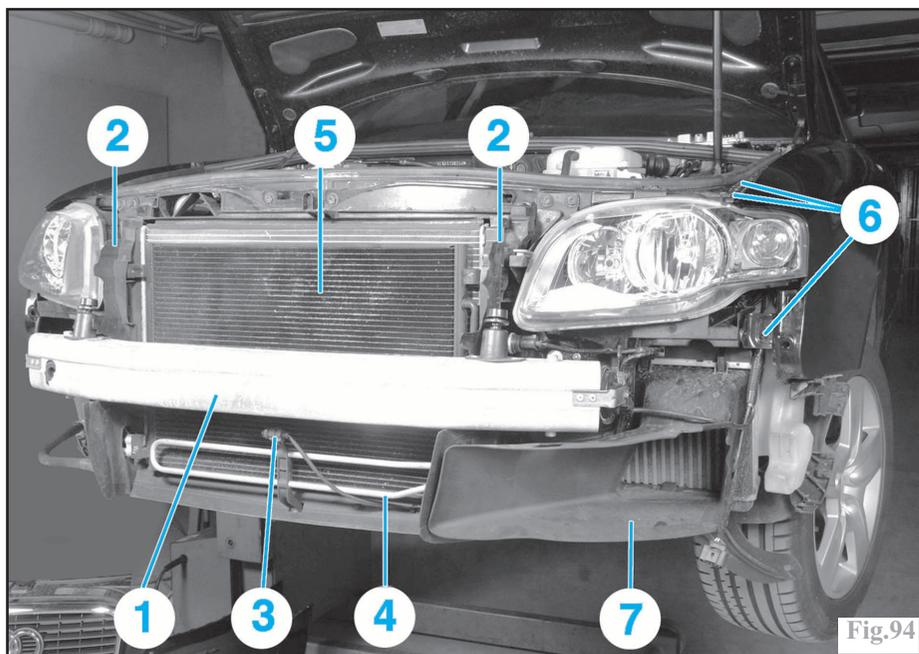

Fig.94
-l'élément de guidage d'air (7) situé devant l'échangeur air/air de suralimentation (Fig.94).
Déposer le renfort (1) de bouclier avant (Fig.94).
Déposer les 6 vis de fixation de la face avant (derrière le renfort (1) du bouclier (Fig.94)) et la déposer en s'aidant d'une deuxième personne.